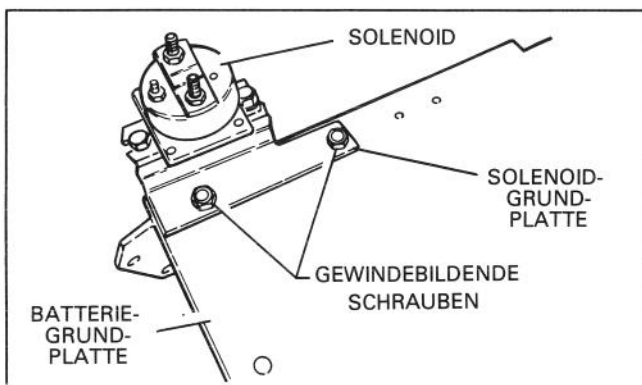

Abb. 13
20. Wie in Abb. 13 gezeigt, die Solenoid-Anbringungsplatte mit (2) gewindebildenden Schrauben an der Batterieanbringungsplatte anbringen.
21. Das Solenoid mit (2) Kopfschrauben und Sicherungsmuttern wie in Abb. 13 gezeigt an der Anbringungsplatte anbringen.